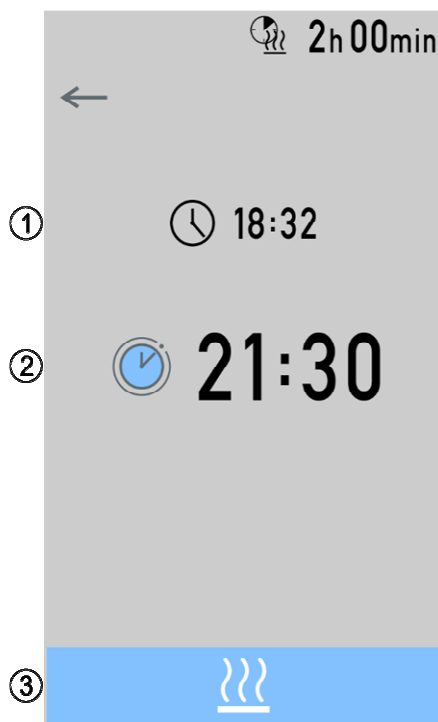

Fig. 3: Menu per timer
1. Controllare l'ora attuale (vedi Fig. 3). Eventualmente adattare l'ora.
2. Controllare l'ora di avvio desiderata (vedi Fig. 3). Eventualmente adattare l'ora di avvio.
4. Con l'ora di avvio impostato il comando deve essere avviato dopo l'azionamento del bagno desiderato (vedi Fig. 3).